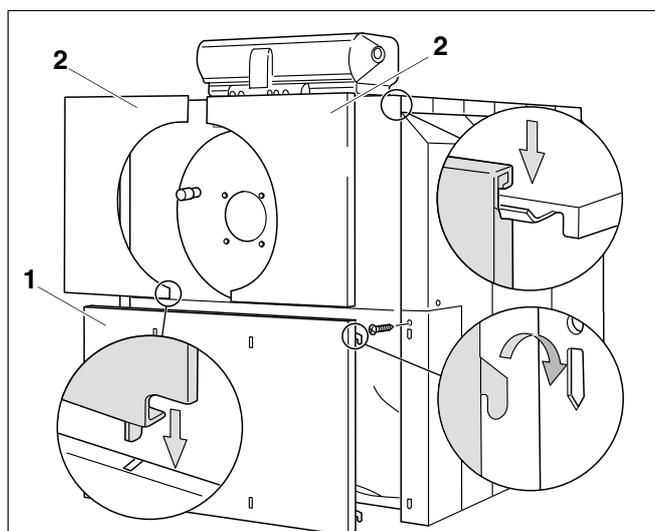

Fig. 24 Lamiera di copertura
- Inserire l'isolamento termico nel pannello anteriore inferiore (fig. 24, **pos. 1**).
- Agganciare il pannello anteriore inferiore con i 4 ganci sporgenti nelle fessure del bordo ripiegato dei pannelli laterali (fig. 24).
- Inserire le linguette sporgenti del pannello anteriore superiore (fig. 24, **pos. 2**) nelle fessure del bordo ripiegato del pannello anteriore inferiore e in alto nel bordo ripiegato della copertura anteriore della caldaia.